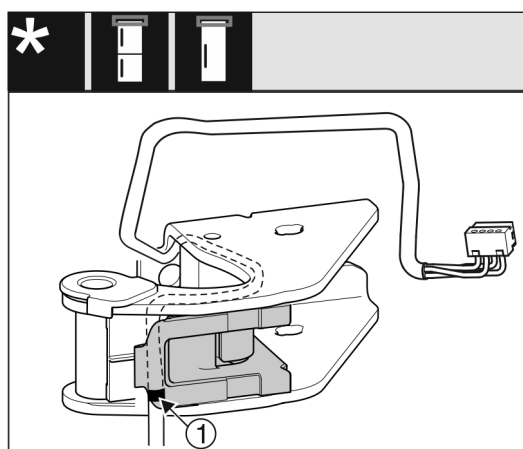

Fig. 28
- ▷ Prostřední značka přitom musí být na hraně držáku kabelu Fig. 28 (1).